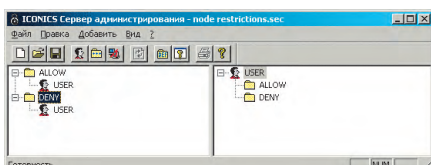

Рис. 12. Связывание пользователя с группами ALLOW и DENY
4. Добавьте нового пользователя и свяжите его с обеими группами одновременно (рис. 12). Закладки **Теги OPC** и **Станции** в свойствах пользователя оставьте пустыми.